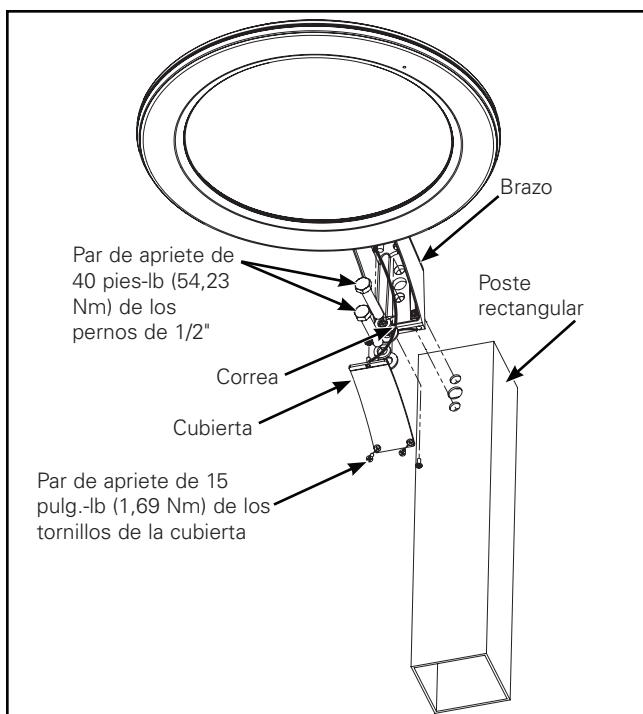

Figura 1.
Instalación con montaje en poste (Figura 1)
- Monte el brazo al poste redondo o cuadrado utilizando los tornillos largos de 1/2" x 2-1/2" y tuercas, tal como se muestra. Apriete los pernos a 40 pies-lb (54,23 Nm) (Figura 1).
- Tire de los cables de suministro a través del poste y parte posterior del brazo de modo que la conexión pueda realizarse en el interior del brazo de la unidad. (Figura 1).